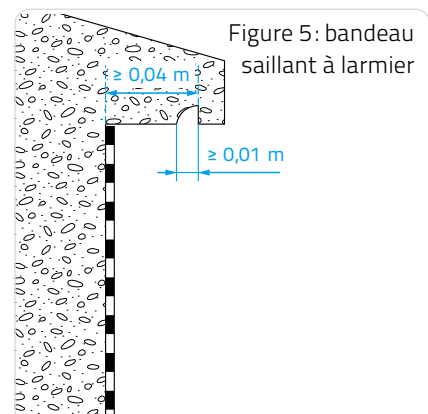

Figure 6: couvertine
□ Dispositifs en tête de relevé (Figures 6 et 7).